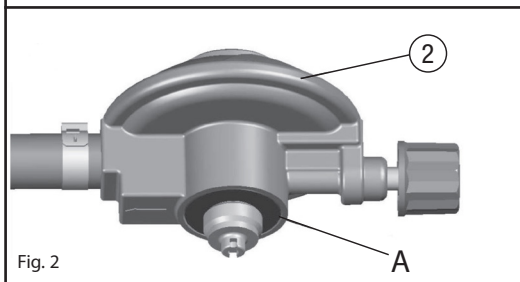

Fig. 2
- Verificare la presenza e il corretto stato della guarnizione di tenuta «A» posta sul raccordo d'uscita del regolatore di pressione (2) (fig. 2) prima di fissare il contenitore del gas. Non usare il fornello se la guarnizione è assente o in cattivo stato: in tal caso, portarla al vostro rivenditore.